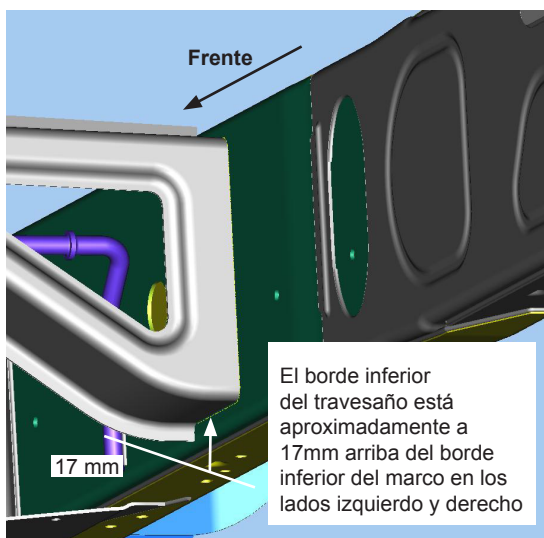

Figura 3
3. Localice el travesaño en los lados izquierdo y derecho, 17 mm hacia arriba desde la superficie inferior del marco y el travesaño del borde inferior como se muestra. Figura 3.